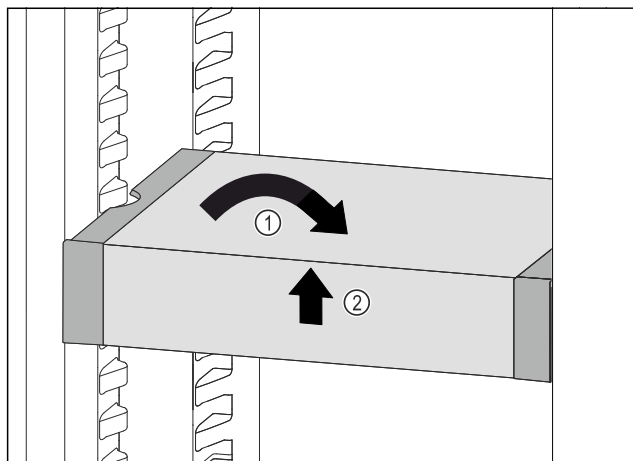

Fig. 82
- ▶ 将 VarioSafe 放平。 Fig. 82 (1)
- ▶ 抬起 VarioSafe 前部。 Fig. 82 (2)